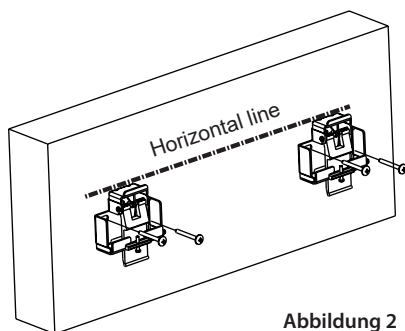

Abbildung 2
1. Für die Montage an einer massiven Stein-/ Betonwand verwenden Sie bitte die Schwerlastdübel (**j**) oder Kunststoff-Dübel (**h**). Ermitteln Sie entsprechend des Gehäusemaßes und Höhe des Projektionstuches die Position zur Montage der Montagebügel (**b**). Zeichnen Sie eine horizontale Linie (Wasserwaage), um die beiden Montagebügel auf gleiche Höhe zu installieren. (siehe **Abb. 2**)